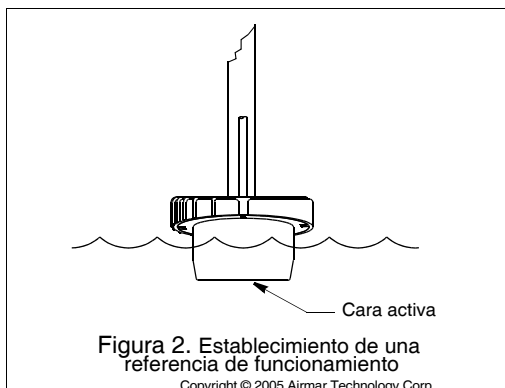

Figura 2. Establecimiento de una referencia de funcionamiento
3. Sujete el transductor con cinta adhesiva a un palo, con el cable arriba. Sosténgalo por encima de la borda, con la cara activa totalmente sumergida y paralela a la superficie del agua (Figura 2).